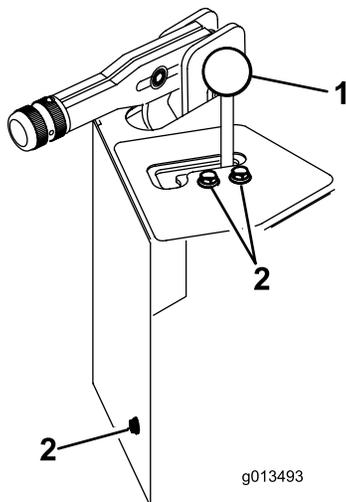

Figura 24
3. Staccate il pomello dalla leva di sollevamento (Figura 24).
4. Rimuovete le (3) viti di fissaggio e la protezione della valvola (Figura 24).